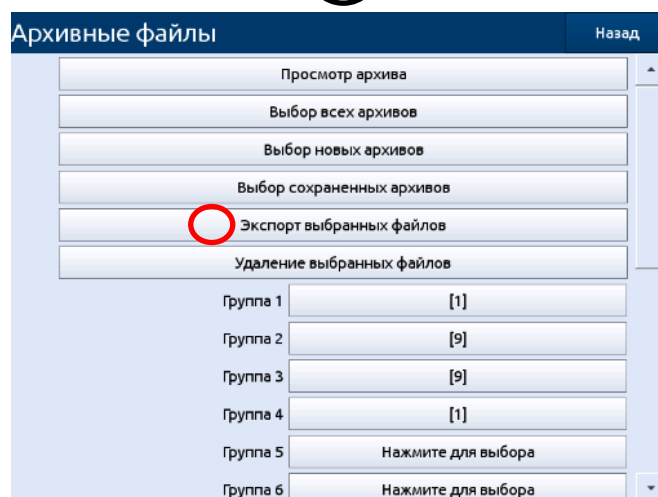

Рисунок 2.29
2.10.3.5. Удаление файлов с PMT 79 аналогично экспорту файлов, разница состоит лишь в том, что вместо кнопки «Экспорт выбранных файлов» в шаге 4 (см. рисунок 2.29) нужно нажать кнопку «Удаление выбранных файлов».